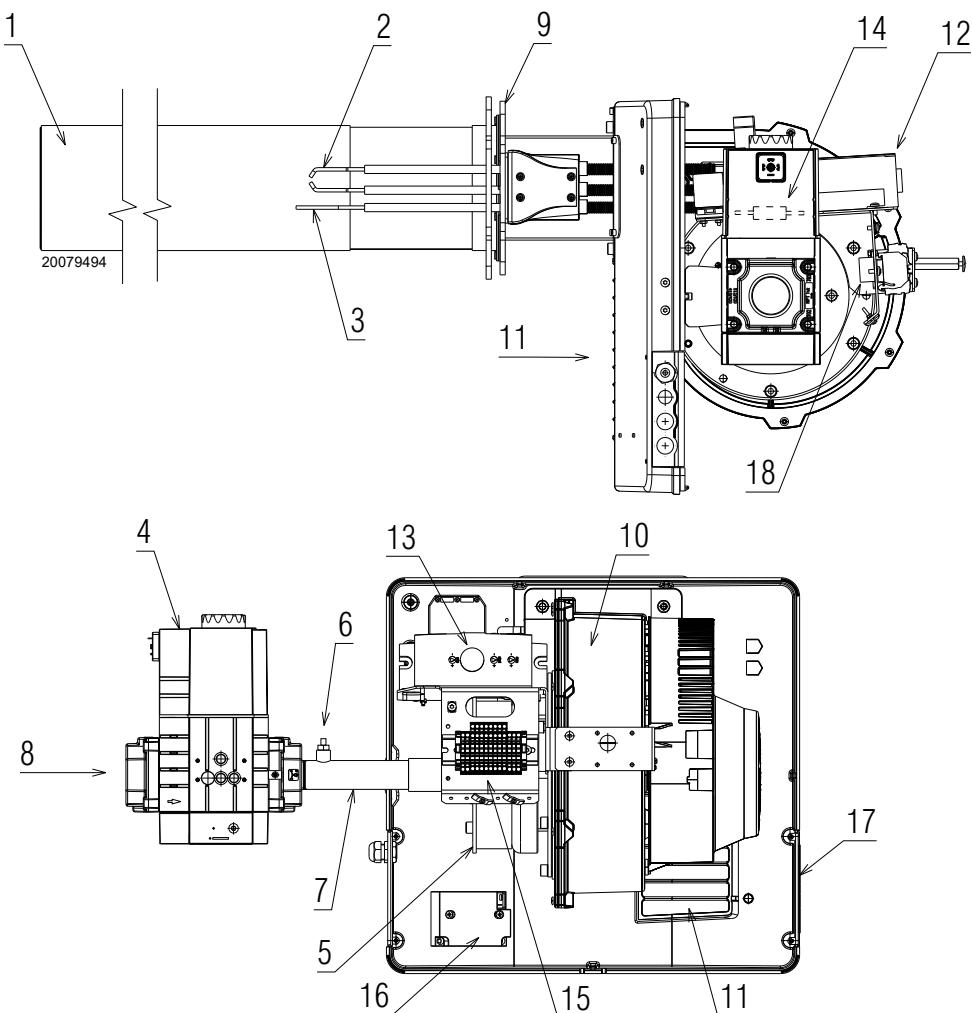

Fig. 2
(1) Conditions de référence: Température ambiante 20 °C - Température du gaz 15 °C - Pression barométrique 1013 mbar - Altitude 0 m au-dessus du niveau de la mer.
(2) Pression de gaz d'entrée 8)(Fig. 2) avec pression zéro dans la chambre de combustion et à la puissance maximale du brûleur.
(3) Pression sonore mesurée dans le laboratoire de combustion du constructeur, avec le brûleur fonctionnant sur la chaudière d'essai, à la puissance maximale, moyenne et minimale de modulation. La puissance sonore est mesurée grâce à la méthode en « champ libre », prévue par la norme EN 15036, et conformément à la précision de mesure « Précision : Catégorie 3 », comme décrit par norme EN ISO 3746.
➤ **Blocage boîte de contrôle:** l'allumage du bouton de la boîte de contrôle de sécurité 13)(Fig. 2) signale que le brûleur s'est bloqué. Pour le débloquer, appuyer sur le bouton.